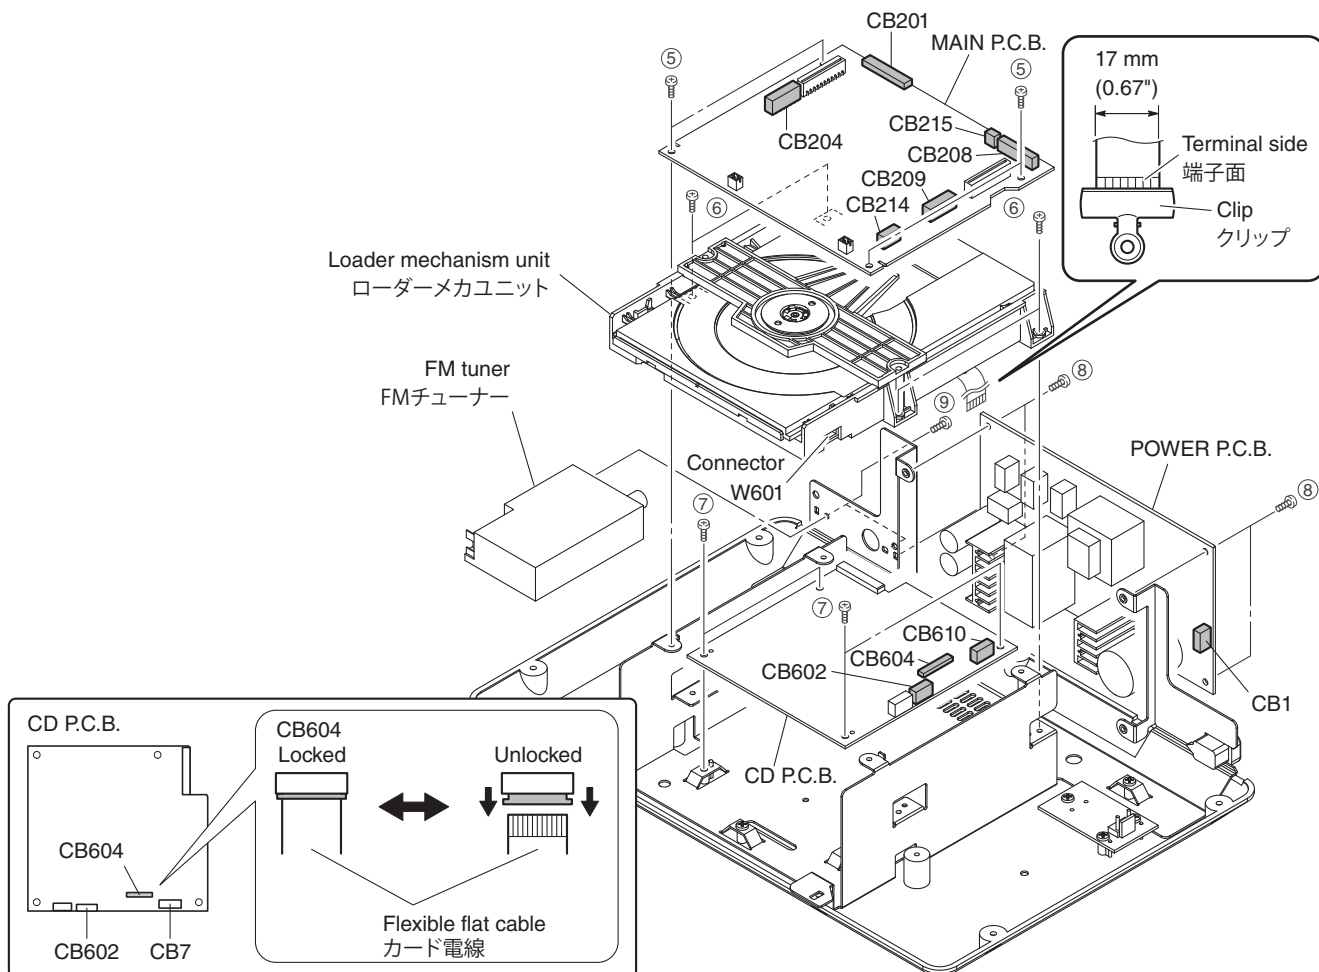

Fig. 3
- a. Remove 4 screws (⑤). (Fig. 3)
- b. Remove CB201, CB204, CB208, CB209, CB214 and CB215. (Fig. 3)
- c. Remove the MAIN P.C.B.. (Fig. 3)
- a. Remove 4 screws (⑥). (Fig. 3)
- b. Pull up the loader mechanism unit gradually. (Fig. 3)
- c. Remove CB602 and connector W601. (Fig. 3)
- d. Unlock and remove CB604, and ground the terminal side of the flexible flat cable with a clip or the like. (Fig. 3)
- e. Remove the loader mechanism unit. (Fig. 3)
- a. Remove 4 screws (⑦). (Fig. 3)
- b. Remove CB610. (Fig. 3)
- c. Remove the CD P.C.B.. (Fig. 3)
6. Removal of POWER (1) P.C.B.
- a. Remove 4 screws (⑧). (Fig. 3)
- b. Remove CB1. (Fig. 3)
- c. Remove the POWER (1) P.C.B.. (Fig. 3)
- a. Remove 2 screws (⑨). (Fig. 3)
- b. Remove the FM tuner. (Fig. 3)
- a. ⑤のネジ 4 本を外します。(Fig.3)
- b. CB201、CB204、CB208、CB209、CB214、CB215 を外します。(Fig. 3)
- c. MAIN P.C.B. を取り外します。(Fig. 3)
- a. ⑥のネジ 4 本を外します。(Fig. 3)
- b. ローダーメカユニットをゆっくり持ち上げます。(Fig. 3)
- c. CB602、コネクタ W601 を外します。(Fig. 3)
- d. ロックを解除して CB604 を外し、カード電線の端子面をクリップ等でアースします。(Fig. 3)
- e. ローダーメカユニットを取り外します。(Fig. 3)
- a. ⑦のネジ 4 本を外します。(Fig. 3)
- b. CB610 を外します。(Fig. 3)
- c. CD P.C.B. を取り外します。(Fig. 3)
6. POWER (1) P.C.B. の外し方
- a. ⑧のネジ 4 本を外します。(Fig. 3)